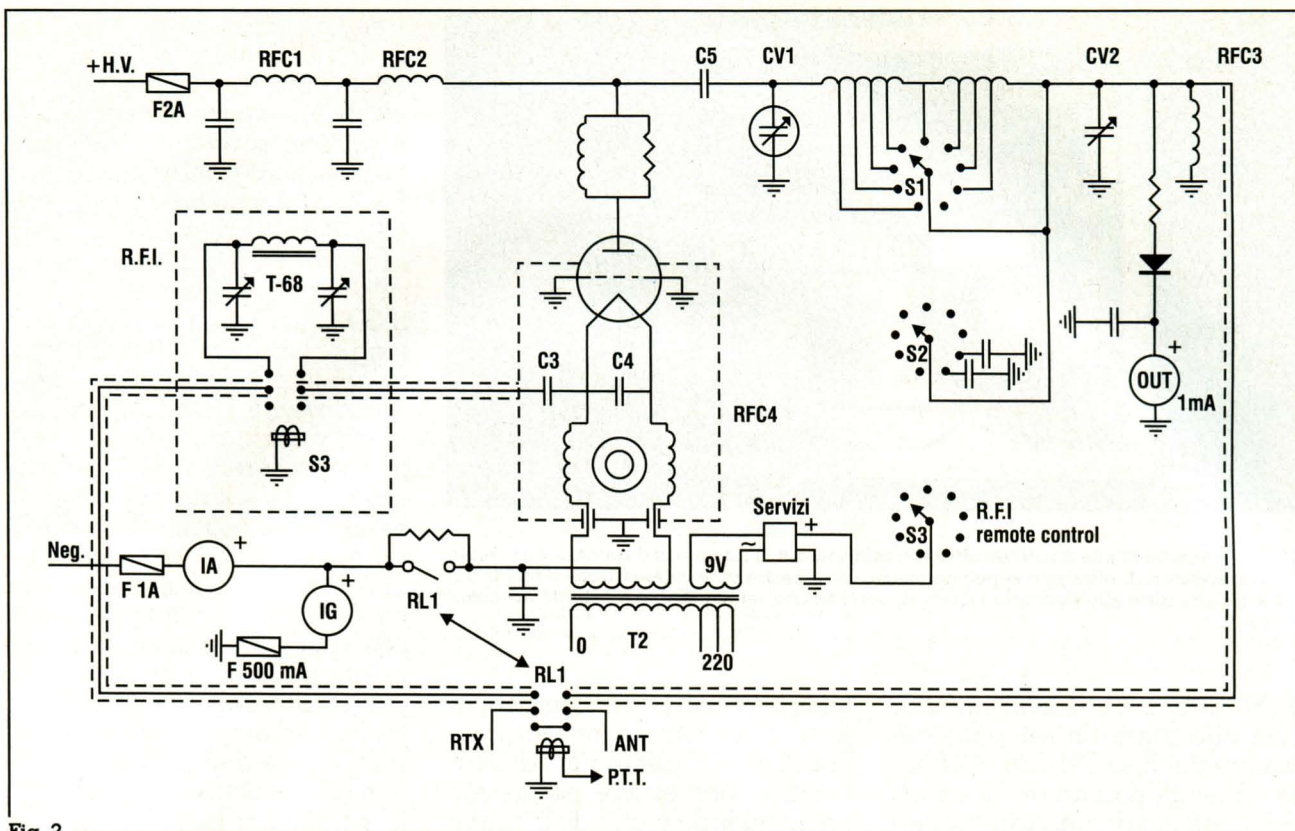

Fig. 2
- Passiamo ora allo schema RF (fig. 2) che è stato ridotto all'essenziale per un immediato approccio, partendo dall'alto la RFC1 è la solita resistenza ceramica SECI di origine surplus 20 Ω - 20 W indicativamente ed è posta nello scatolo dell'alimentatore mentre RFC2 è composta da 70 + 70 spire di filo setato da 0,4 mm di sezione avvolte su supporto di teflon di 2,5 cm di diametro e non ha dato problemi di accoppiamento in nessuna gamma; il suo valore ben oltre i 100 μ H permette di usarla anche in 160 metri. I condensatori di bypass C1 e C2 (1000 pF 8 kV) devono avere un adeguato isolamento e per C2 è indicato anche un tipo di potenza (barilotto).